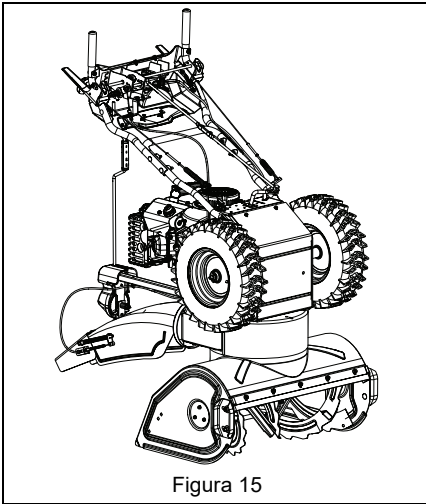

Figura 15
Ver Figura 15.
1. Ponga la unidad en posición de servicio. Ver Figura 15.
1. Coloque la unidad en la posición de servicio. Ver Figura 15.